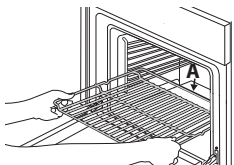

Fig.1
1. Sett risten vannrett inn, slik at den opphøyde delen "A" peker opp (Fig. 1).